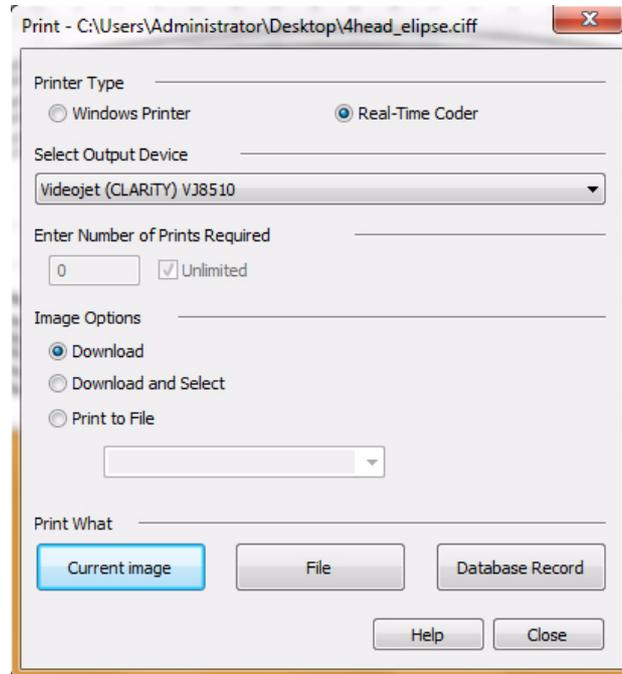

Рис. 6-3: Выберите устройство вывода
- 2 Нажмите на изображение принтера в CLARiSOFT. Название принтера появится в выпадающем списке *Выбор устройства выхода*. Имя файла отображается в заголовке диалогового окна (см. Рис. 6-3 на стр. 6-4).